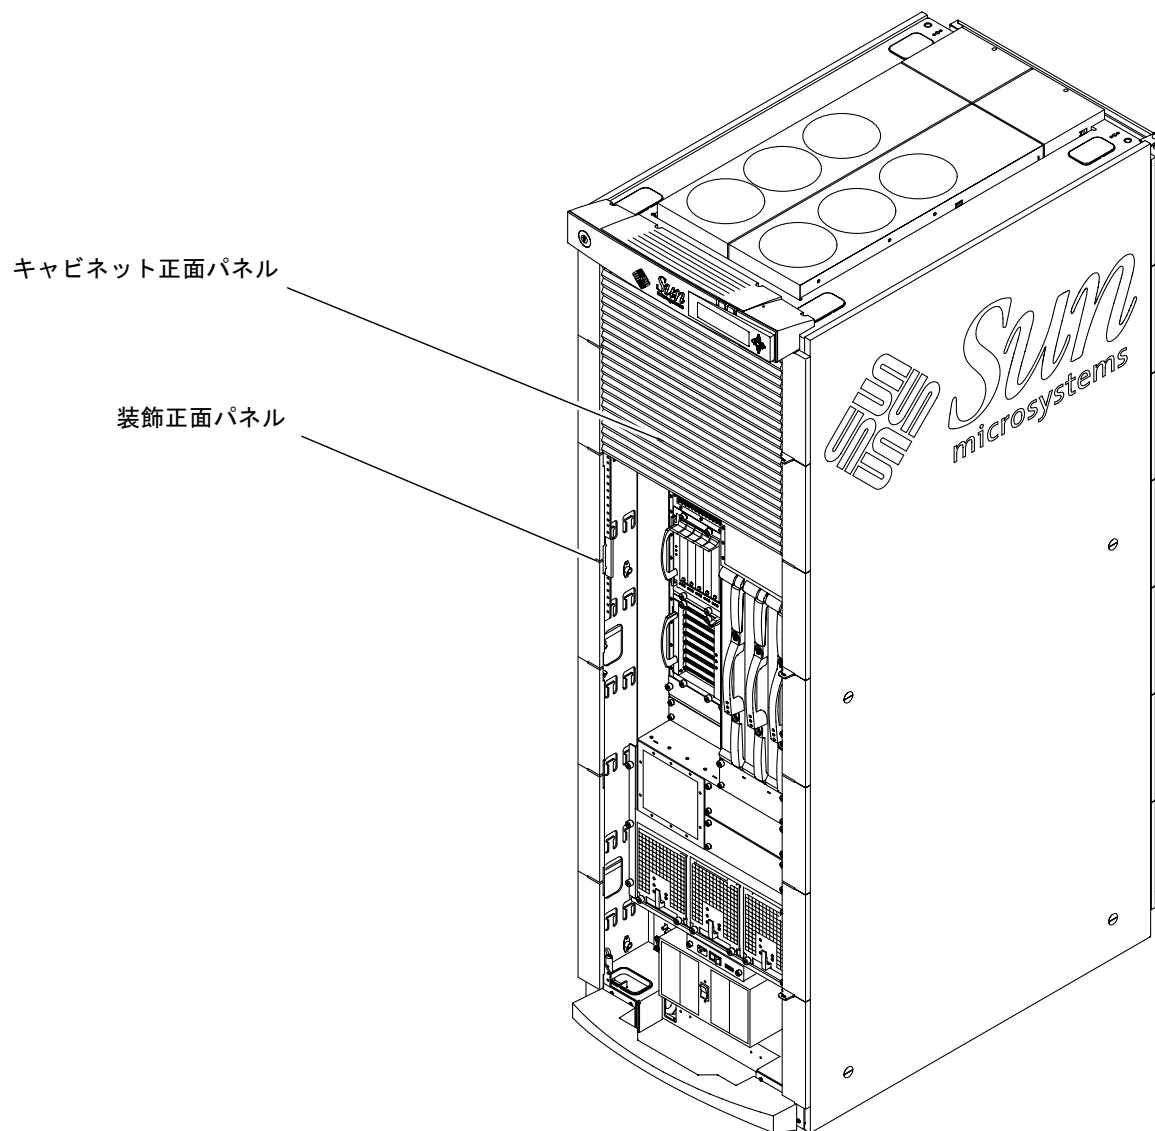

図 1-6 キャビネット正面パネルの位置
2. 残りのパネルを、各パネル正面の左右からねじを締めて固定します (図 1-6)。